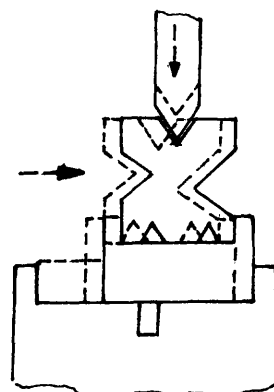

Fig. 2
- d Haga bajar lentamente la estampa de modo que al descender vaya acomodando la posición de la V, en forma tal que al final de su carrera, el vértice de la estampa coincida con el vértice de la matriz (fig. 2).